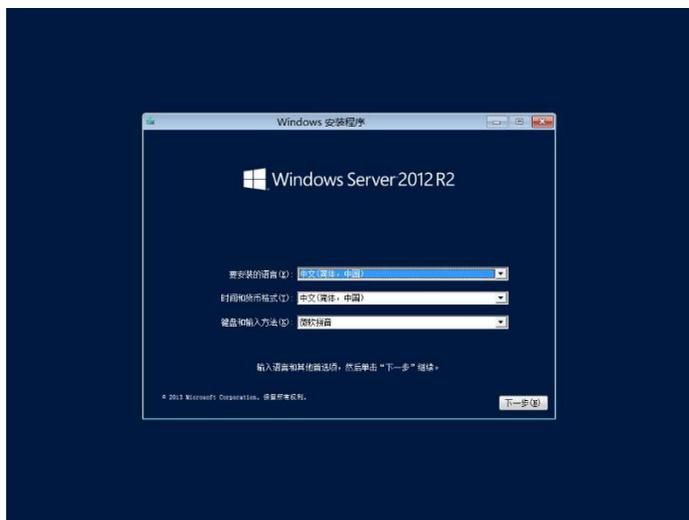

图 6-2
- c. 加载系统文件完成后，进入 Windows 安装的语言，时间/货币格式及键盘和输入法的设置。如图 6-2 所示。